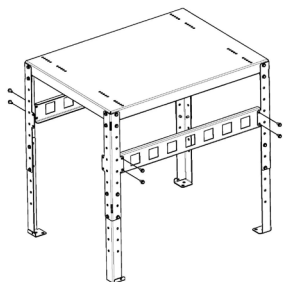

Fig. 33 - Assemblare rinforzi
- Fissare i 2 traversini di rinforzo della struttura (vedi **Fig. 33**).